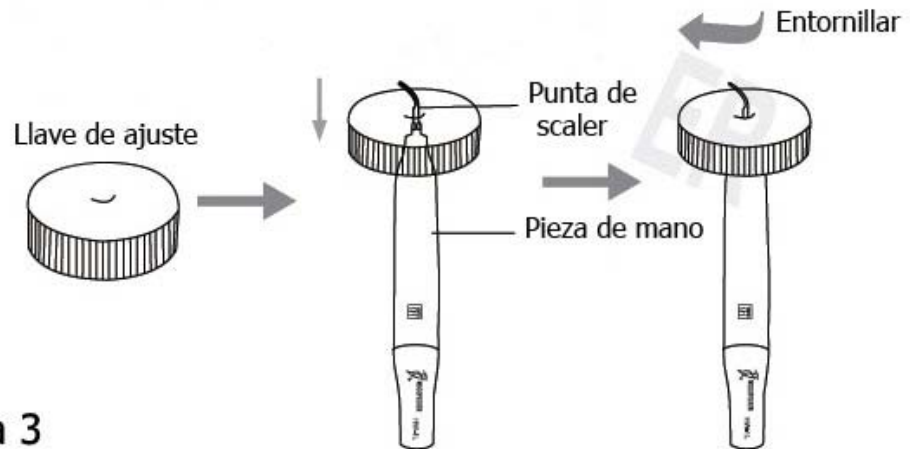

Figura 3
- 2.1.5 Escoger la punta de scaler de acuerdo al requerimiento, y fijar la punta de scaler con la llave de ajuste (ver Figura 3).